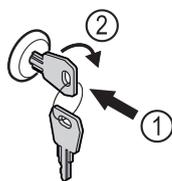

Fig. 58 Immagine a titolo di esempio
- ▶ Inserire la chiave Fig. 58 (1).
- ▶ Ruotare la chiave di 90° in senso orario Fig. 58 (2).